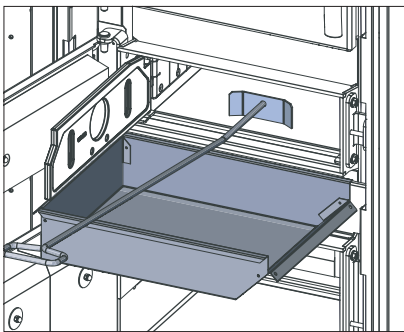

Fig. 27 Agganciare il recipiente per cenere, rimuovere la cenere
- ▶ Agganciare il recipiente per cenere all'altezza dello sportello di accensione (sportello centrale) nell'apposita lamiera ad aggancio – Fig. 27. Aprire lo sportello di accensione e la griglia e togliere gran parte della cenere residua dalla camera di riempimento facendola cadere nel recipiente per cenere.